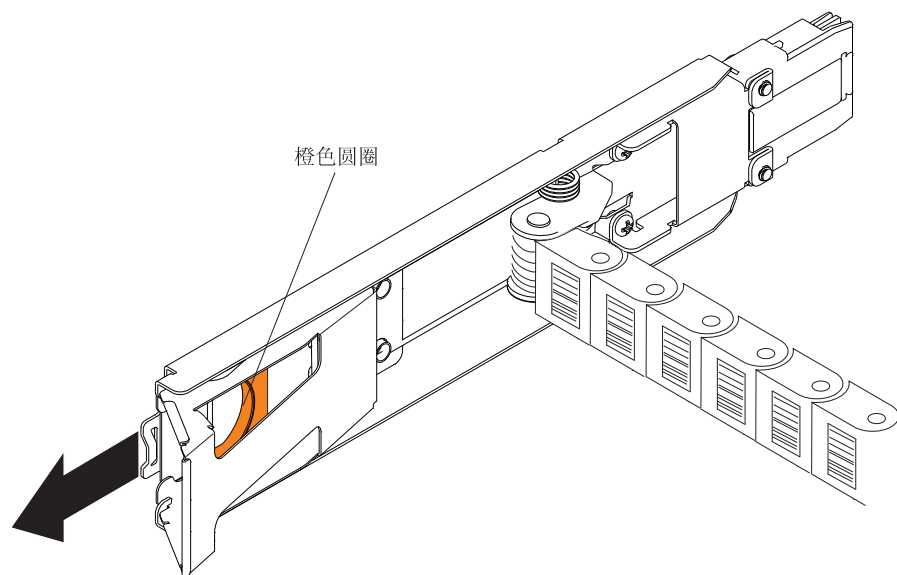

图 88. 连接到中面板的垂直安装支架
- c. 从中面板断开右侧电缆链安装支架的连接。握住橙色手柄（请参阅第 133 页的图 88），然后将安装支架从存储扩展机柜中完全拉出。如果需要，可使用手电筒找到橙色手柄。